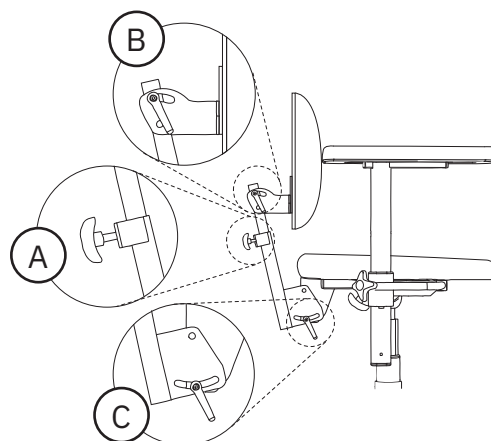

Figure 5.26. Mécanisme de dossier Standard.
Standard peut s'ajuster en hauteur (A), en inclinaison du dossier (B) et en inclinaison du dispositif d'escamotage (C), voir figure 5.26. Le dispositif d'escamotage du dossier peut s'ajuster dans une plage allant de 15 ° vers l'avant à 30 ° vers l'arrière.